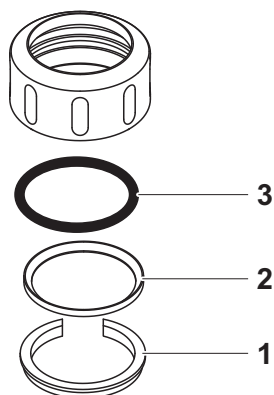

Fig. 6-2 Adskillelse af koblingsringen
| 1 | Fjern holderingen (pos. 1 i Fig. 6-2). |